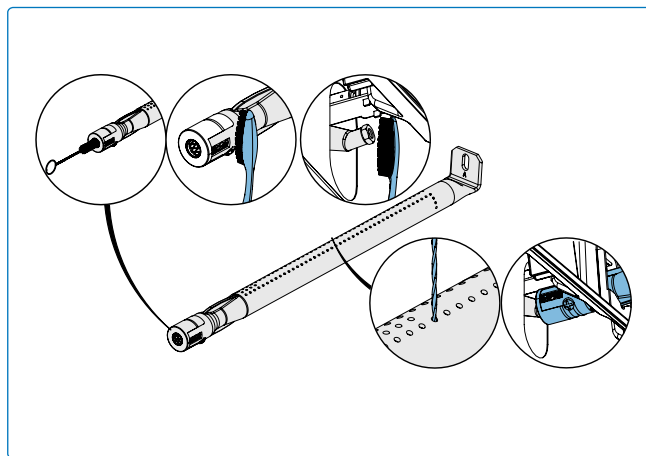

Fig. 26
- Limpie el interior del quemador con un cepillo flexible para tubos Venturi o, en las zonas delicadas, con un cepillo de cerdas suaves para eliminar con cuidado los residuos (**Fig. 26**).